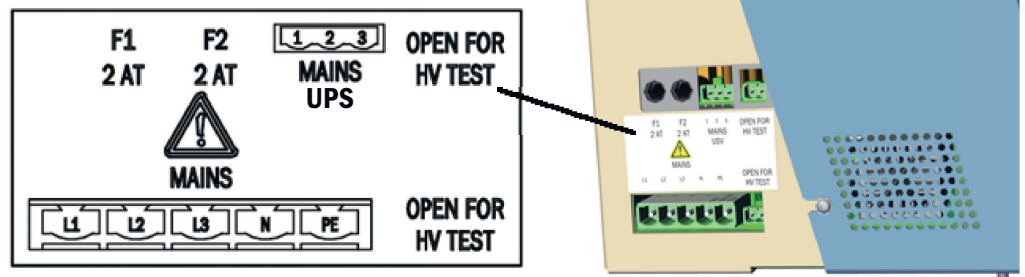

Abbildung 11: Anschlüsse Spannungsversorgung
1. Um Fehlmessungen bei einer Hochspannungsprüfung zu vermeiden, müssen die in der Abbildung siehe Abbildung 11, Seite 31 beschriebene Brücken entfernen.